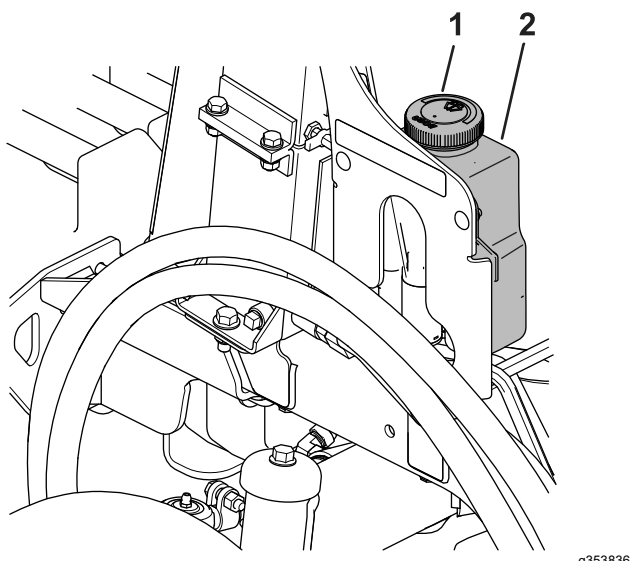

Figura 91
1. Îndepărtați capacul (Figura 91) de la rezervor.